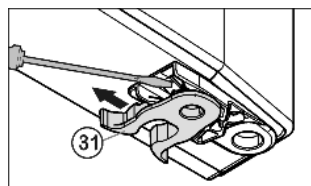

Fig. 6
- ▶ Mutați clema elastică Fig. 6 (31): împingeți în jos ciocul de blocare și extrageți clema elastică peste acesta.